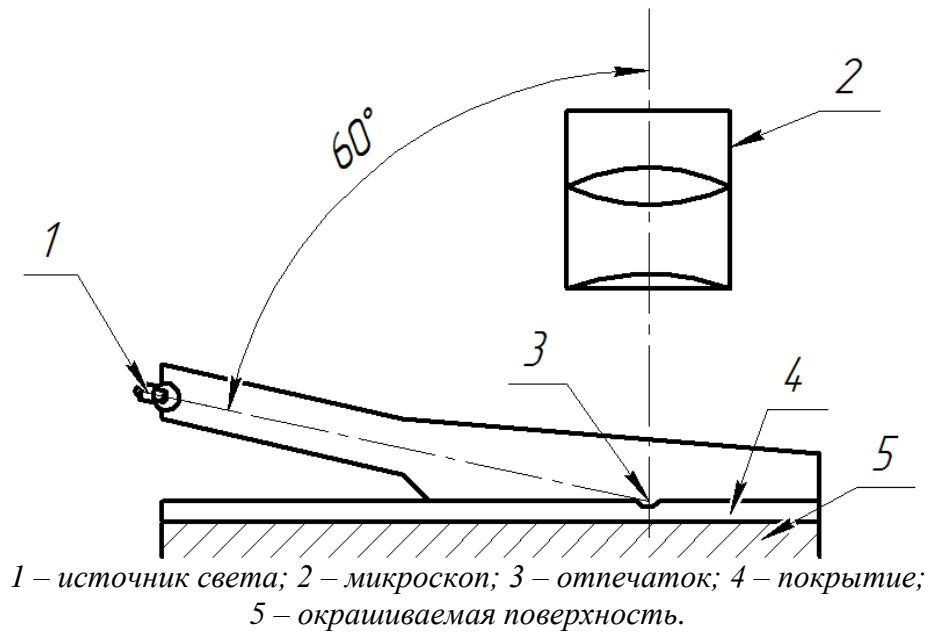

Рисунок 2.4 – Положение источника света
*Примечание: Площадь отпечатка должна освещаться источником света, расположенным таким образом, чтобы угол падения света превышал  $60^\circ$  (рис. 2.4). Микроскоп или лупа должны располагаться вертикально над отпечатком.*